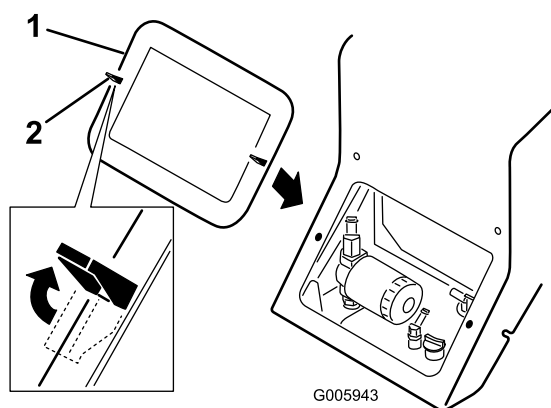

Figure 24
3. Desserrez les deux languettes de blocage (Figure 24), languette supérieure gauche illustrée)